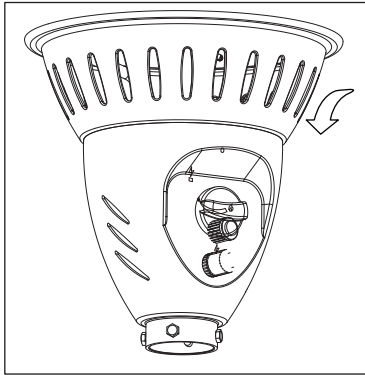

Figure 3
- Pousser le bouton de contrôle et tourner au sens contraire de l'horloge à la position "PILOTE" () (Figure 3).